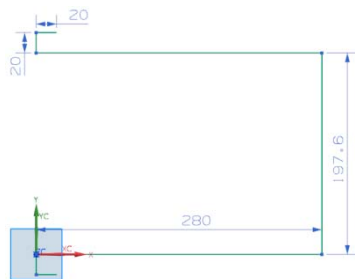

图 11-193 绘制草图
(4) 在“创建草图”对话框中，选择“XC-YC”平面为草图绘制面，设置“水平”面为参考平面，单击 按钮，进入草图绘制环境，绘制如图 11-193 所示的草图。单击“完成”按钮，退出草图绘制环境。